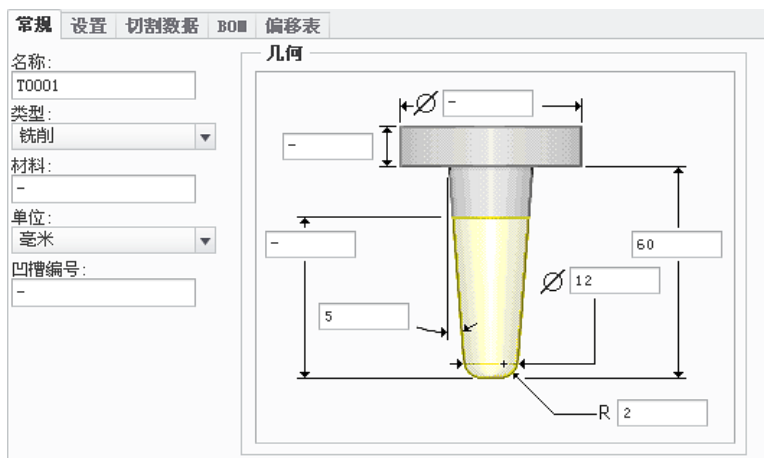

图 7.4.5 设置刀具一般参数
Step4. 在弹出的“刀具设定”对话框的 **常规** 选项卡中设置图 7.4.5 所示的刀具参数, 设置完毕后依次单击 **应用** 和 **确定** 按钮, 返回到“铣削加工中心”对话框。在“铣削加工中心”对话框中单击  按钮, 返回到“操作”操控板。